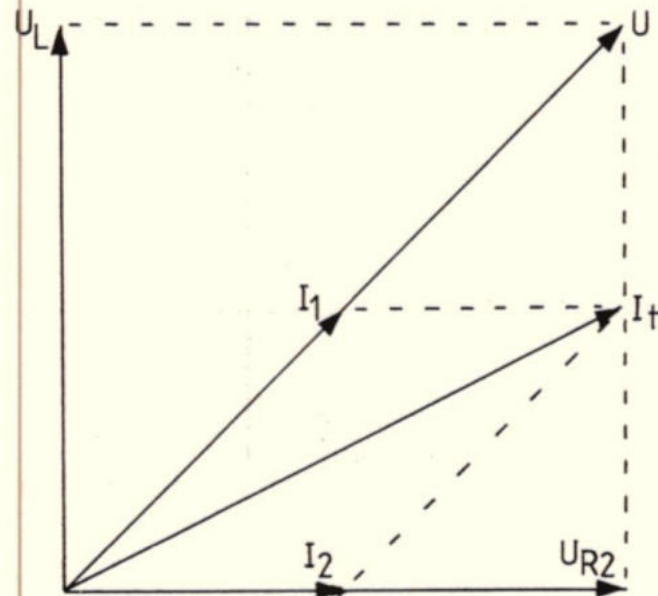

Fig. 6.
b. Uit het wijzerdiagram van fig. 6 volgt voor $|I_1| = \sqrt{5^2 + 10^2} = \sqrt{125} = 5 \sqrt{5} \text{ A}$.